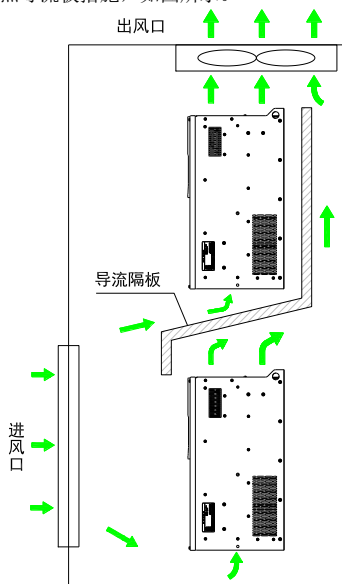

图 3-4 上下排安装要求
- 垂直向上安装变频器, 便于热量向上散发。若柜内有多台变频器时, 请并排安装。在需上下安装的情况, 请参考图 3-4, 安装隔热导流板;